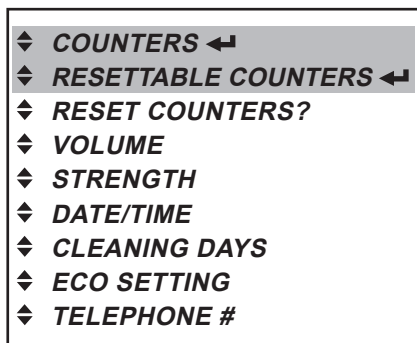

Рис. 33
- Перейти в режиме оператора к меню «COUNTERS» («СЧЕТЧИКИ») и в меню «RESETTABLE COUNTERS» (СБРАСЫВАЕМЫЕ СЧЕТЧИКИ) и нажать кнопку ◀ для его вызова. (Рис. 33)